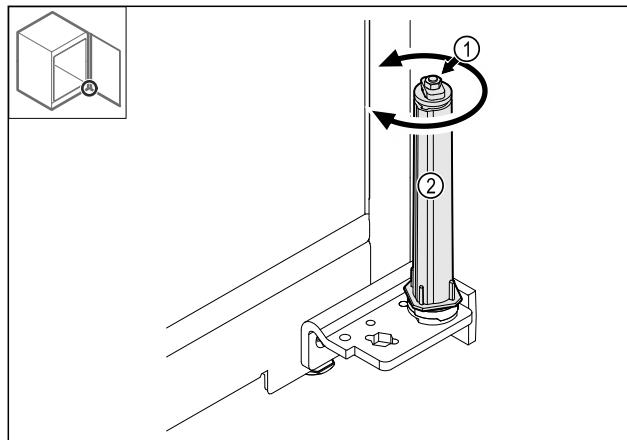

Fig. 40
- ▶ Neizjauciet slēgšanas sistēmas skrūvsavienojumu Fig. 40 (1).
- ▶ Pagrieziet slēgšanas sistēmu Fig. 40 (2), līdz tā noklikšķ.